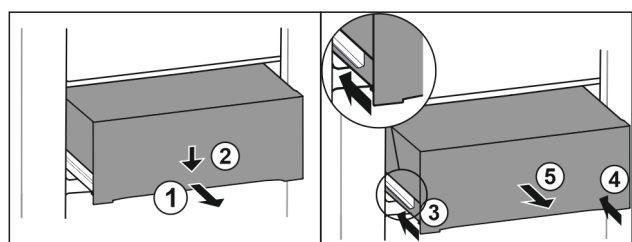

Fig. 90
- ▶ Træk skuffen halvt ud. Fig. 90 (1)
- ▶ Tryk skuffen ned på forsiden. Fig. 90 (2)
- ▶ Skub venstre skinne ca. 2 cm ind. Fig. 90 (3)
- ▶ Skub højre skinne ca. 2 cm ind. Fig. 90 (4)
- ▶ Tag skuffen ud fremefter. Fig. 90 (5)